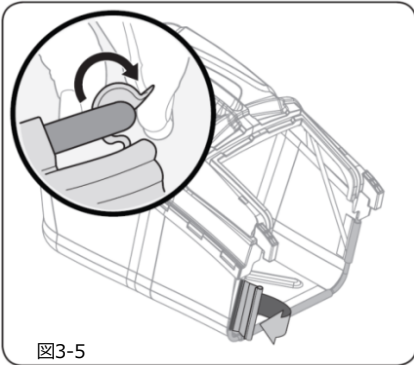

図3-5
- A. フレームのフックに集草バッグのプラスチックチャンネルをはめてください。図3-5 参照